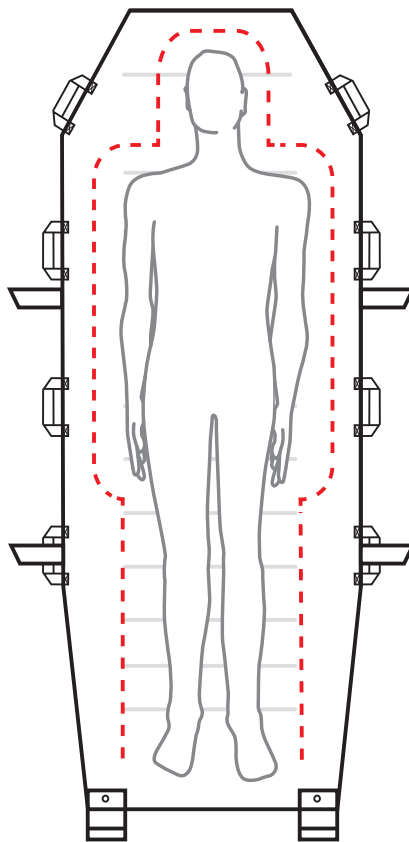

Fig. 6
- Sørg for, at plejemodtagerens krop IKKE rager ud over *Maxi Air*-madrassens afgrænsninger. Hvis fødderne stikker ud over fodenden, skal du sørge for, at der er tilstrækkelig plads til forflytningen, se "Fig. 6".